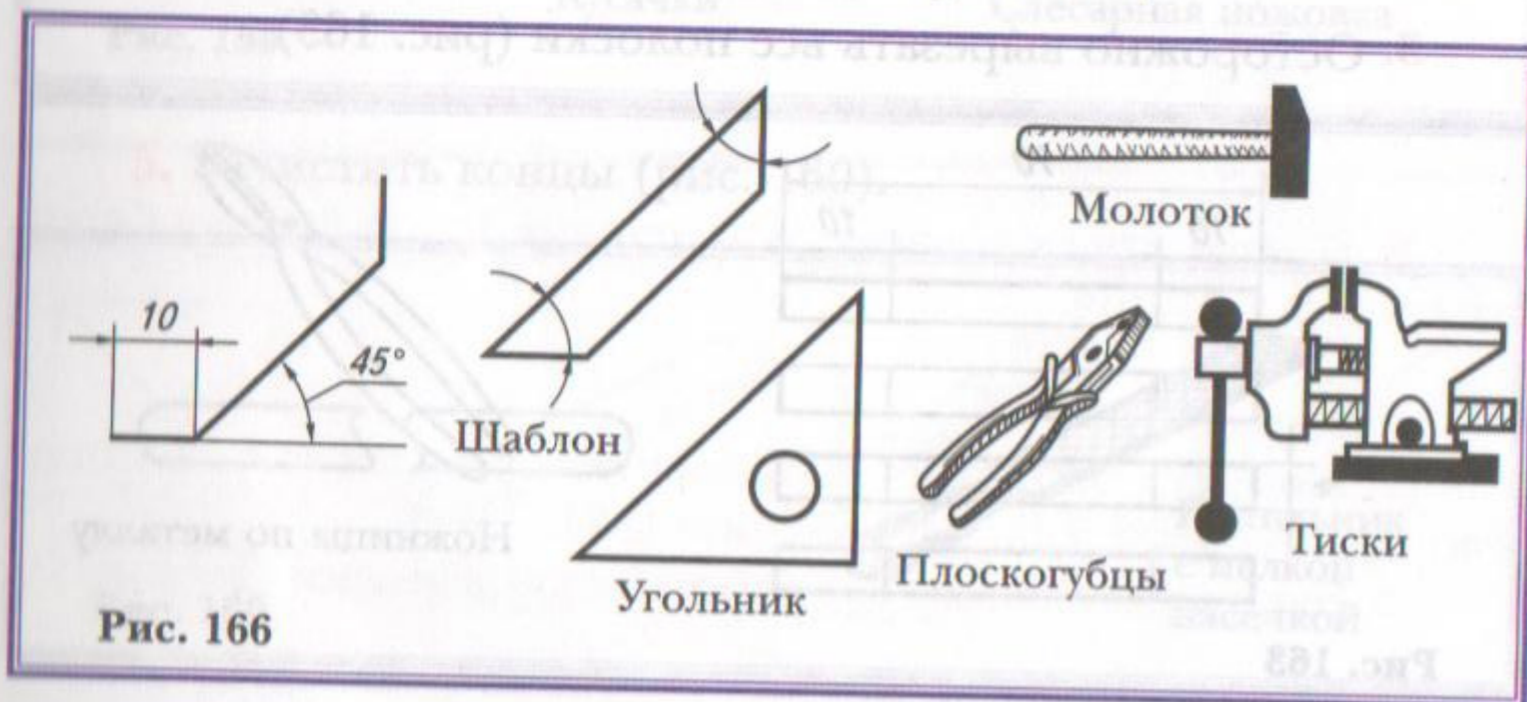

Рис. 166
6. Согнуть концы. Керн должен оказаться сверху. Выполнить контроль с помощью шаблона (рис. 166).